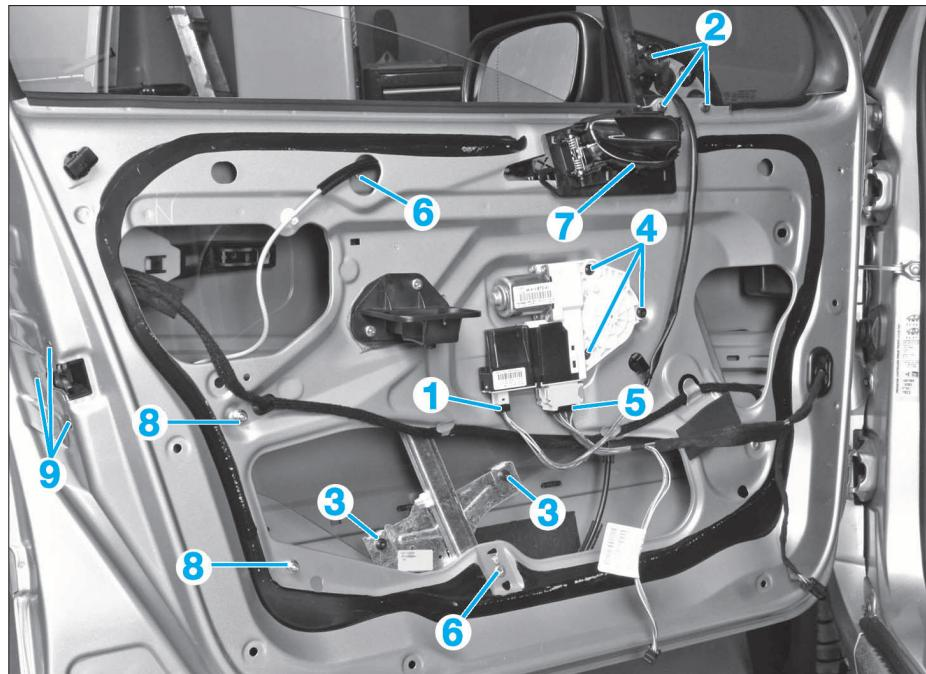

FIG. 38
- Déposer (Fig.38) :
- le connecteur (1) (si le connecteur est coincé contre la porte, déposer les vis (4) du moteur de lève-vitre)
- les vis (2)
- Déposer les 2 fixations (3) (Fig.38).
- Déposer les vis (4), les connecteurs (1) et (5) puis le moteur du mécanisme de lève-vitre (**Fig.38**).
- À l'aide d'une perceuse équipée d'un foret Ø 10 mm, faire sauter les rivets (6).